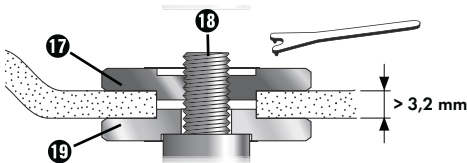

Fig. 2
**En présence de meules épaisses (voir figure 2) :**